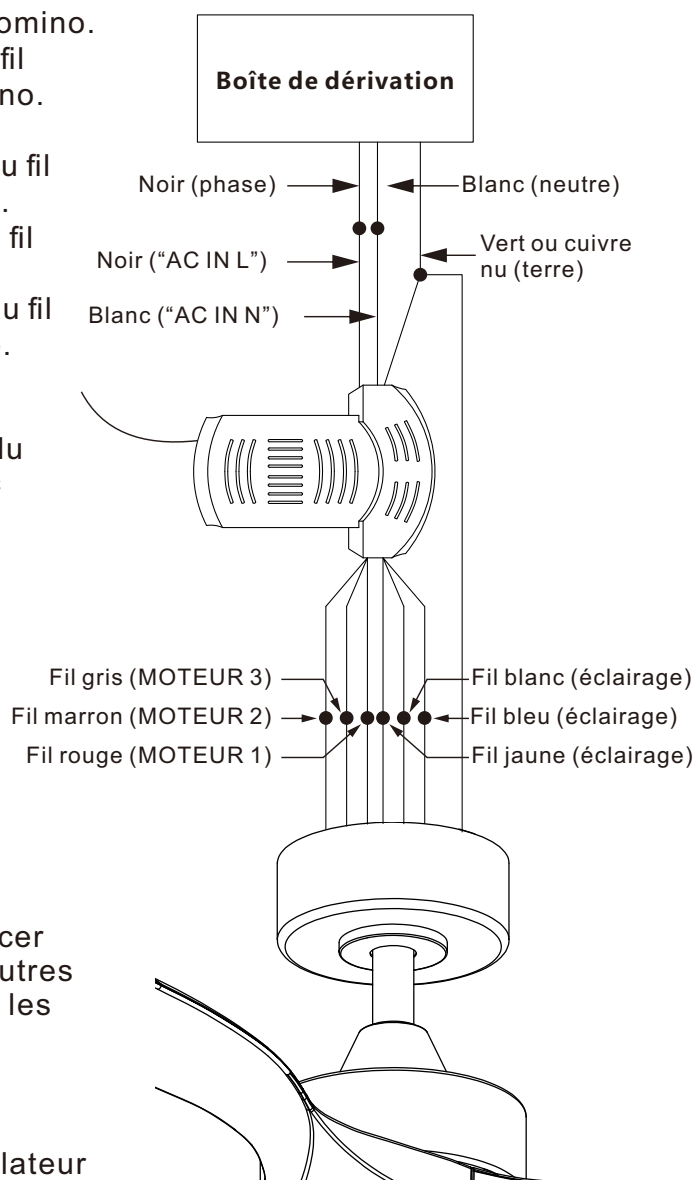

Figure 16
### Raccordements électriques moteur-récepteur : (Fig. 16)
**Étape 2** : (Fig. 16) Connecter le fil noir (**phase**) du plafond au fil "AC in L" du récepteur et le fil blanc (**neutre**) au fil "AC in N", puis serrer avec les dominos fournis.
**Étape 3** : (Fig. 16) Si la boîte de jonction dispose d'un fil de terre (vert ou cuivre nu), le connecter aux fils de terre du ventilateur et du récepteur. Sinon, connecter le fil de terre du support aux fils de terre du ventilateur et du récepteur. Fixer les connexions avec un domino fourni. Après raccordement, séparer les fils : placer les fils vert et blanc d'un côté de la boîte, et les autres fils de l'autre côté. Enfin, insérer soigneusement les connexions dans la boîte.